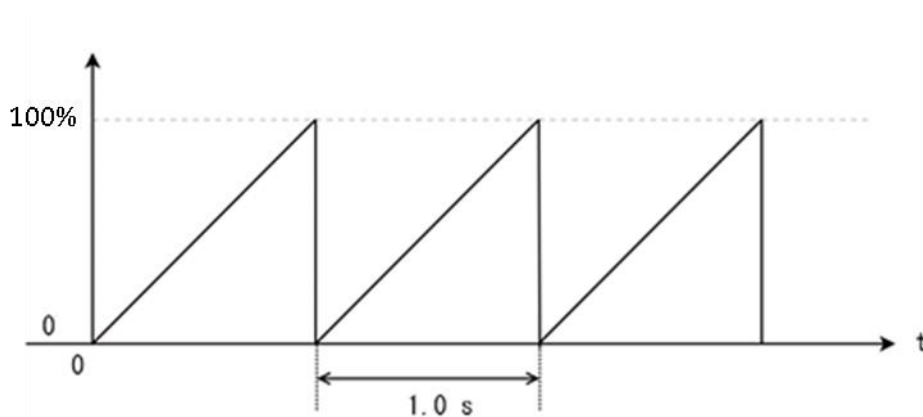
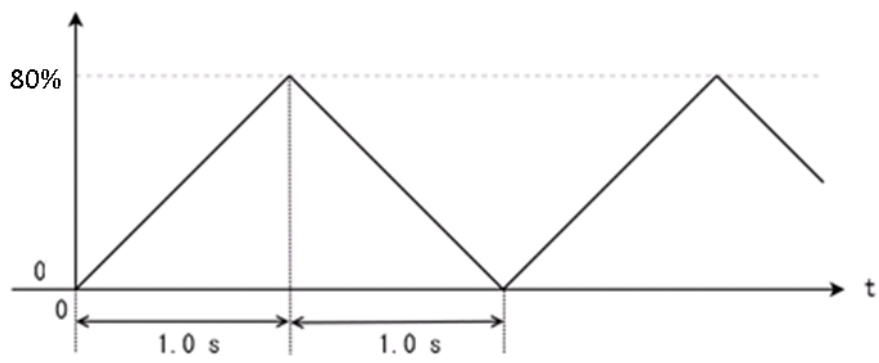

図 2.53 PWM 波のデューティ比変化 (のこぎり波)
図 2.54 PWM 波のデューティ比変化（三角波）
- (2) (a)のこぎり波(図 2.53)および(b)の三角波(図 2.54)を参考に, PWM 波のデューティ比を指定の時間間隔で変化するプログラム 1, 2 をそれぞれ作成して実行せよ。そのとき LED の状態を確認せよ。(ヒント: for ループ, delay 関数を使用する。)